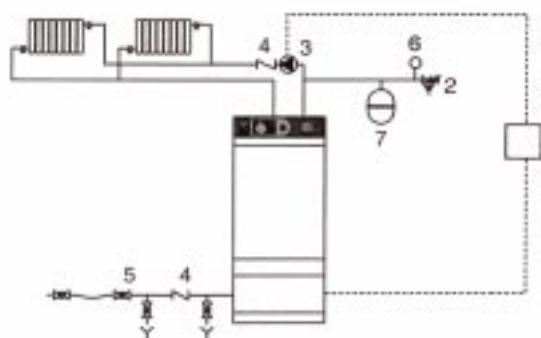

Fig. 8. Schemat podłączeń do c.o. bez trójdrogowego zaworu mieszającego
- bez trójdrogowego zaworu mieszającego - Fig. 8